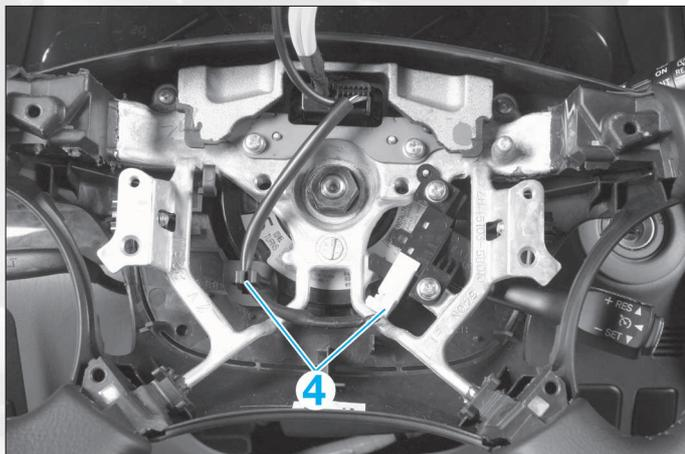

FIG. 3
- Débrancher le connecteur de l'avertisseur sonore, dégager le faisceau (4) de l'agrafe de maintien (**fig. 3**).